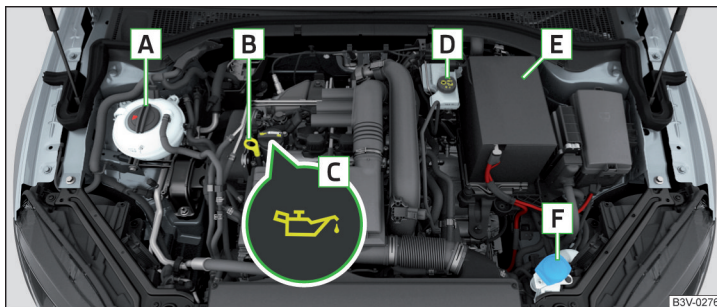

Fig. 217 Exemplu de dispunere în compartimentul motor
- Deșurubați capacul orificiului de umplere cu ulei **C** » fig. 217 la pagina 190.